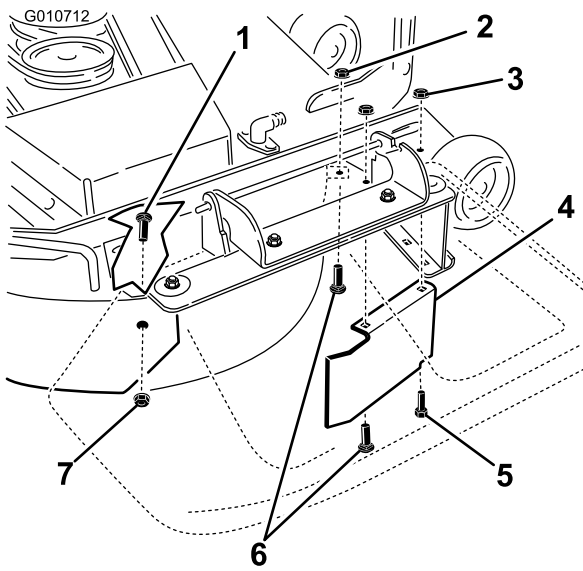

Bild 32
9. Entfernen Sie die Schlossschraube (5/16 x 3/4 Zoll) und Sicherungsmutter (5/16 Zoll) an der hinteren Wand des Mähwerks, mit der das Ablenkblech am Mähwerk befestigt ist (Bild 32).
10. Ermitteln Sie den Ablenkschlechsenschutz an der vorderen Kante der Seitenauswurföffnung. Entfernen Sie die Befestigungen, mit denen der Ablenkschlechsenschutz und das rechte Ablenkschlech am Mähwerk befestigt sind, siehe Bild 32. Entfernen Sie den Ablenkschlechsenschutz und bewahren Sie die Befestigungen auf.
12. Bringen Sie die Befestigungen an, die Sie vorher aus den vorderen Löchern in der Auswurfplatte und dem vorderen Loch am Mähwerk entfernt haben (Bild 32).